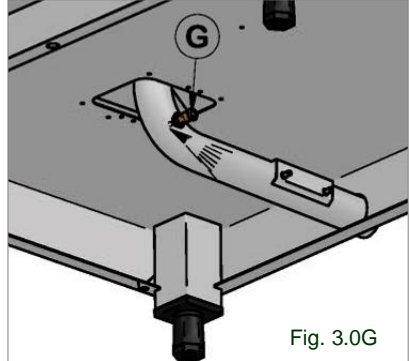

Fig. 3.0G
il s'agit d'une électrovalve commandée par un thermostat dont le capteur est logé en contact avec la vidange. Grâce à l'injecteur (G), l'électrovalve introduit de l'eau froide dans le tuyau d'évacuation pour condenser la vapeur quand la température atteint 90°C (Fig. 3.0G).